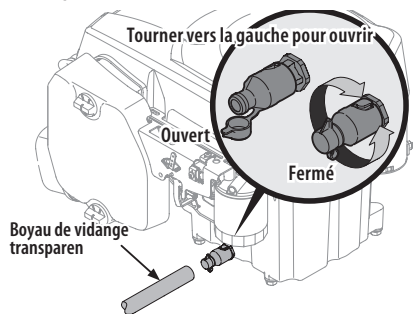

Figure 34
4. Retirez le capuchon protecteur de la soupape de vidange. Voir Figure 34.